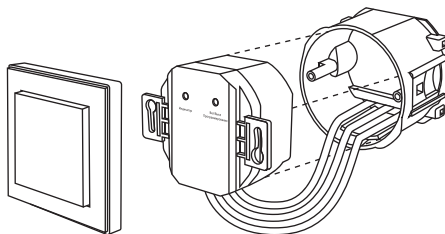

Рисунок 4. Установка M1 в монтажную коробку и радиовыключателя PB1 сверху
5.7. При установке приемника M1 в монтажную коробку радиовыключатель PB1 можно установить сверху (рисунок 4).